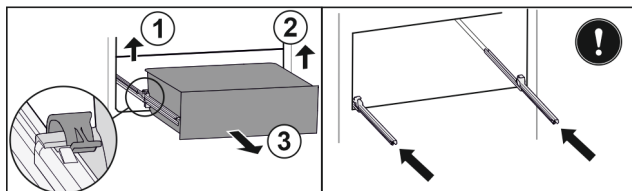

Fig. 117
- ▶ Soulever la bride gauche et tirer dans le même temps la partie gauche du tiroir vers l'avant. Fig. 117 (1)
- ▶ Soulever la bride droite et tirer dans le même temps la partie droite du tiroir vers l'avant. Fig. 117 (2)
- ▶ Retirer le tiroir par l'avant. Fig. 117 (3)